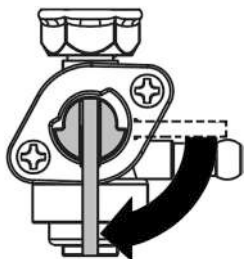

Рис. 11 Топливный кран открыт
6. Откройте топливный кран (Рис. 11).